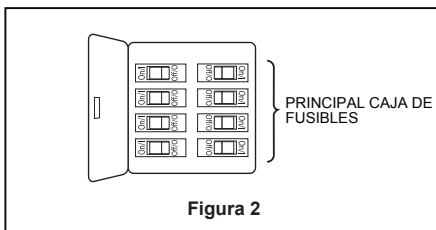

Figura 2
- ☐ 2. Extraiga uno de los tres tornillos del soporte ubicado en la parte inferior de la unidad del motor. Guárdelos para después y afloje levemente los otros dos tornillos. (Figura 2)
☐ 2. Restaure la fuente de alimentación de la toma de corriente enciendo la electricidad del fusible principal. (Figura 2)